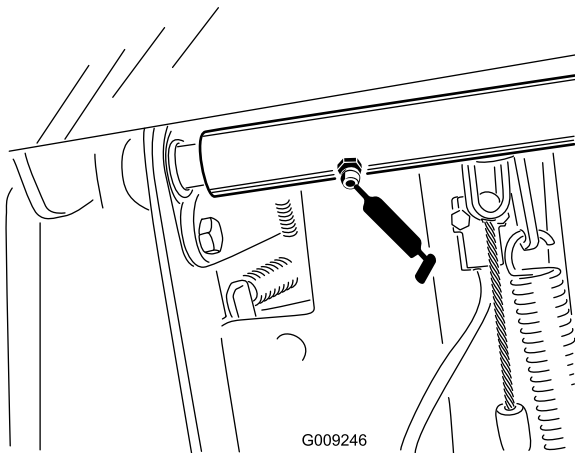

Figure 34
- 2 roulements d'axe de pivot de la pédale de frein (Figure 34)